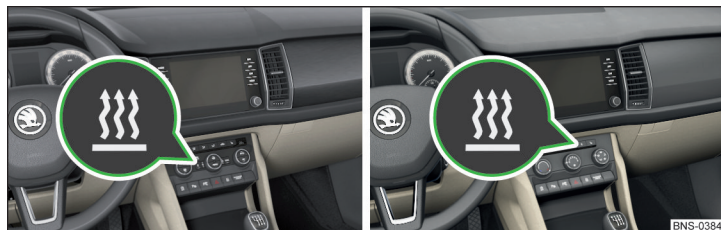

Fig. 169 Buton pentru activare/dezactivare (Climatronic / instalație de climatizare manuală)
- ▶ Cu ajutorul butonului de pe unitatea de operare a instalației de climatizare » fig. 169.
Dacă activarea automată este activată, după decuplarea contactului se aprinde timp de aproximativ 10 secunde lampa de control din butonul » fig. 169.